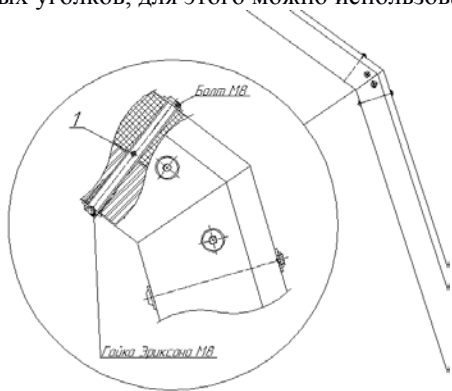

рис. 1
- С помощью силовых уголков винтов М8*60 и гаек эрексона М8 соедините термопанели между собой (Рис. 1).